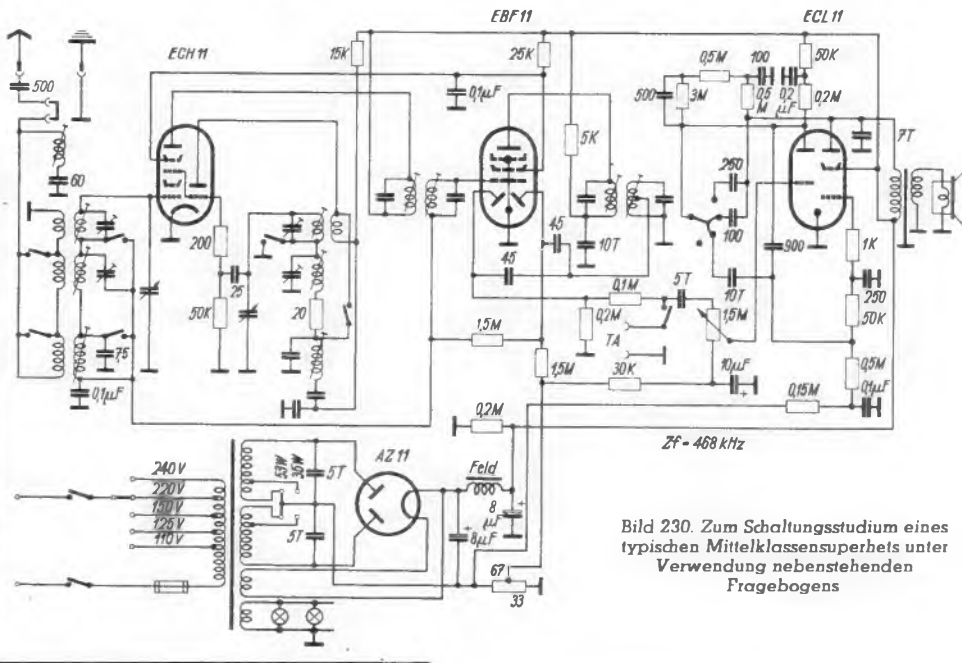

Bild 230. Zum Schaltungsstudium eines typischen Mittelklassensuperhets unter Verwendung nebenstehenden Fragebogens
1.	Schaltung: Überlagerungsempfänger Bild 230, Zwischenfrequenz: 468 kHz
Zur Schaltungsuntersuchung empfiehlt es sich, an Hand des abgebildeten Empfängerfragebogens systematisch Schaltungen durcharbeiten. Als Beispiel wird ein Standardsuper mit sechs Kreisen und vier Röhrensystemen behandelt (Bild 230). Die systematische Bearbeitung von Schaltungen unter Verwendung des Empfängerfragebogens erleichtert das Studium insbesondere komplizierter Schaltungen. Sie bildet ferner eine oft erwünschte Gedächtnisstütze beim Auswendiglernen von Schaltanordnungen.